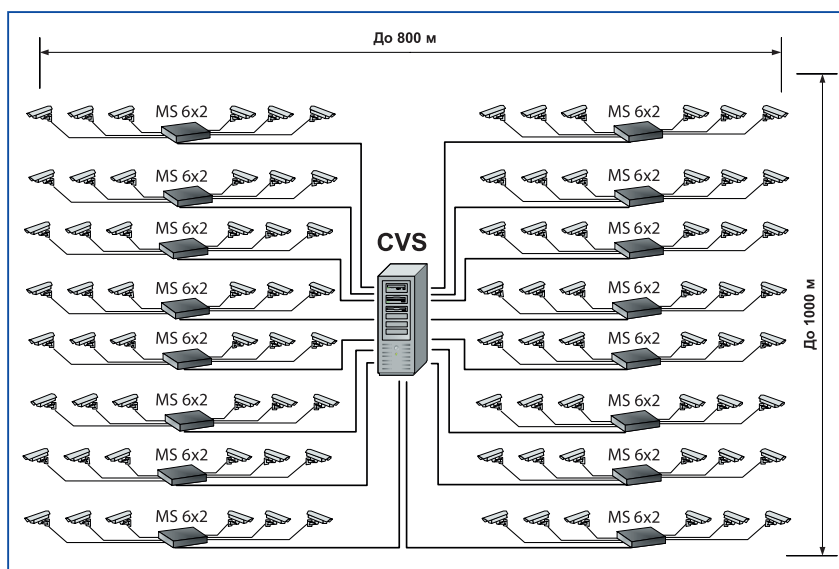

Рис. 5. Функциональная схема системы видеонаблюдения коттеджного поселка
2. Проект комплекса видеонаблюдения коттеджного поселка на 96 камер (рис. 5), реализованный на базе 16 коммутаторов MS 6x2 и одного компьютера (частота оцифровки не менее 7fps для каждой камеры).